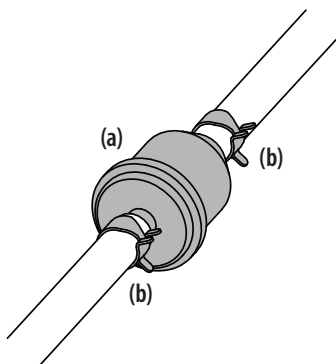

Figure 5-34
- Pour retirer le filtre à carburant en ligne, utilisez des pinces pour serrer les pattes sur les colliers de serrage (b). Puis, faites glisser les colliers (b) pour les écarter du filtre à carburant (a). Tournez sur les conduits de carburant et tirez-les pour les retirer du filtre. Voir Figure 5-34.